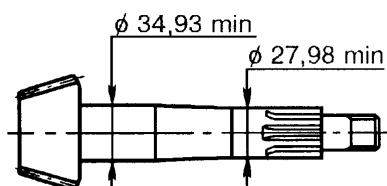

Рис.9.
5.2.3 Шестерня ведущая, рис.9.